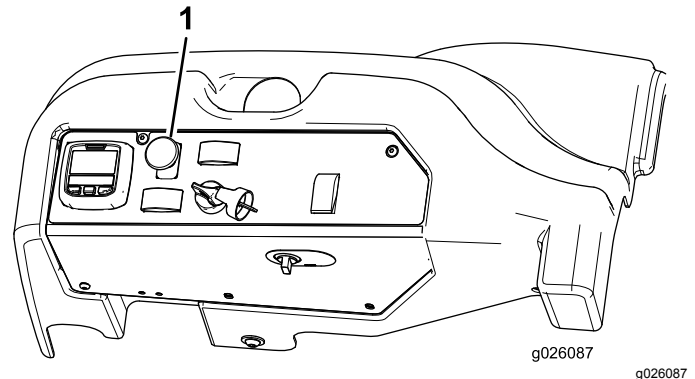

Figura 15
3. Tire del mando de la TDF para engranarla (Figura 15).